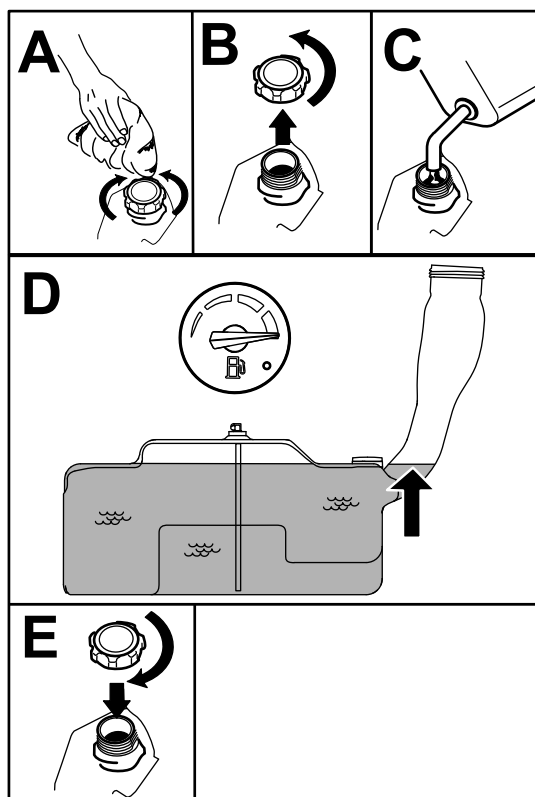

Figura 7
5. Encha o depósito de combustível até que o indicador de combustível mostre que se encontra na marca de cheio (Figura 7). Não encha completamente o depósito de combustível.